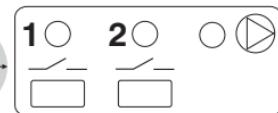

Abb. 5
- Halten Sie die **Taste 1** (oder **2**) gedrückt, bis ein kurzes akustisches Signal ertönt, und lassen Sie die Taste danach wieder los: die Steuerung ist eingeschaltet und die entsprechende **LED** leuchtet anhaltend auf (Abb. 4). Die Pumpensteuerung ist aktiviert auch. Die Steuerung bleibt 5 Minuten lang eingeschaltet. Danach weist ein 5 Sekunden anhaltender Signaltion den Benutzer darauf hin, dass das Ausschalten unmittelbar bevorsteht (Abb. 5). Wenn die Steuerung weiterhin eingeschaltet bleiben soll, drücken Sie erneut die **Taste 1** (oder **2**), bis ein Signal ertönt; andernfalls wird die Steuerung nach Ablauf des akustischen Signals ausgeschaltet.